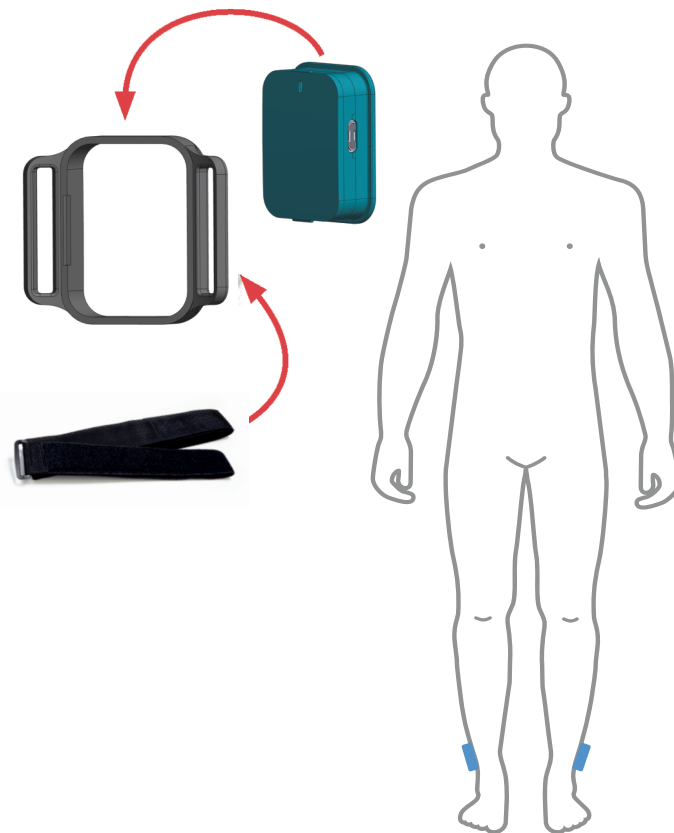

Figure 14: Dispositifs de suivi PDMonitor® au niveau des tibias
- Positionnez les deux dispositifs de suivi sur chacune de vos jambes en utilisant les montures pour sangle et sangles appropriées comme illustré par la Figure 14